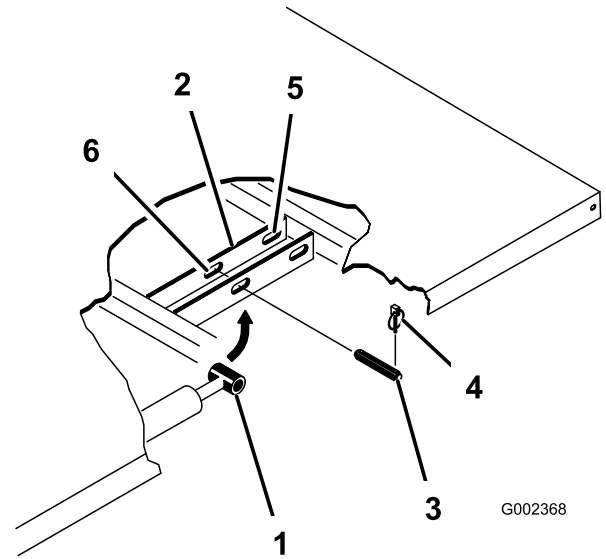

図 30
3. シリンダの外側端部からリンチピンを外す(図 30)。
4. シリンダロッドの端部を荷台取り付けプレートのスロットに固定しているクレビスピンを内側に押し込んで外す(図 30)。
5. ピボットブラケットをフレームに固定しているリンチピンとクレビスピンを外す 図 30。